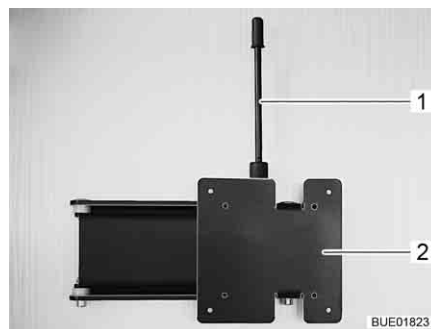

Fig. 98 Supporto a parete
- Tirare verso l'alto la leva di sbloccaggio (Fig. 98,1) e ruotare il supporto (Fig. 98,2) con lo schermo piatto nella posizione desiderata.